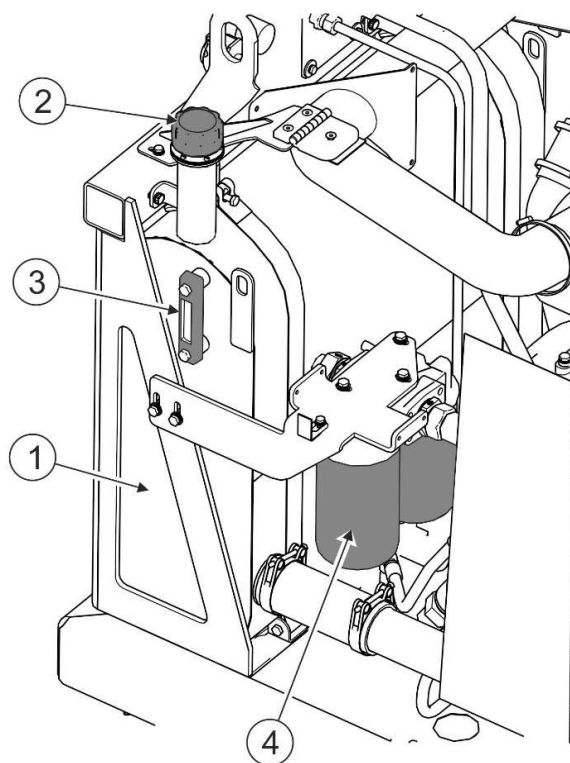

РИСУНОК 5.2 Маслобак
Баночный фильтр (4) (РИСУНОК 5.2) размещается на возврате масла из охладителя. Фильтр необходимо заменять после наработки 500 часов для масла на минеральной основе и не реже одного раза в год. При использовании биodeградируемых масел